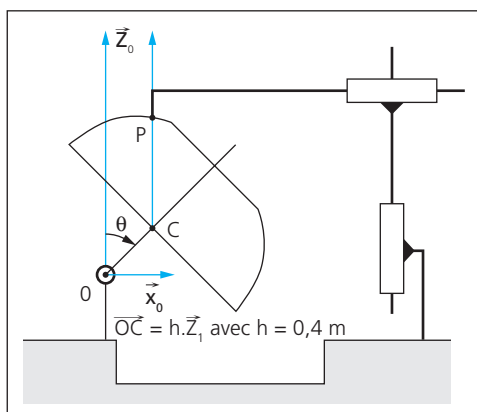

Figure E18 Schéma principe du soudage des segments d'un fond hémisphérique
■ Étude de la fonction « Souder un joint médian » (figure E18)